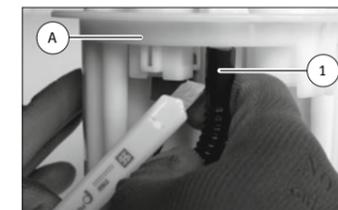

Abb. 3/ Fig. 3/ Puc. 3/ 图3
- Unplug the sender unit plug (5) from the flange cover (A).
- Unplug the fuel pump plug (6) from the flange cover (A).
- Carefully cut open the fuel line in the flange cover (fig. 3). Do not damage the hose connection.
- Débrancher la fiche (5) de l'indicateur de niveau sur le couvercle à bride (A).
- Débrancher la fiche (6) de la pompe à carburant sur le couvercle à bride (A).
- Ouvrir prudemment en coupant la conduite de carburant (1) à la tubulure dans le couvercle à bride (Fig. 3). Ne pas endommager la tubulure.